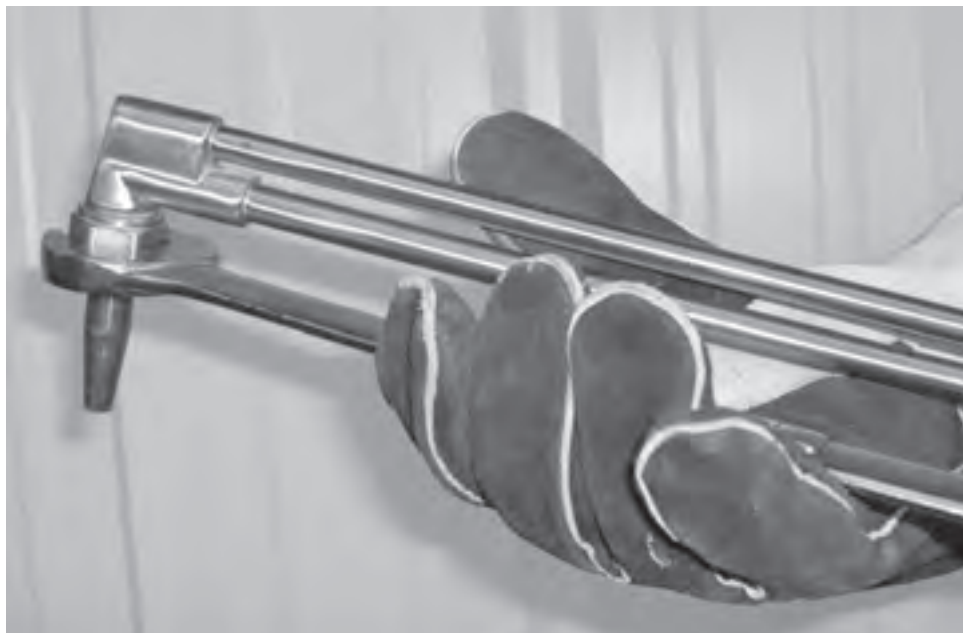

Figure 17: Serrage de l'écrou de la buse
4. Insérez la buse dans la tête de l'accessoire de coupe. Serrez l'écrou de la buse solidement à l'aide d'une clé (torque de 20 à 27 N.m) (voir la figure 17).